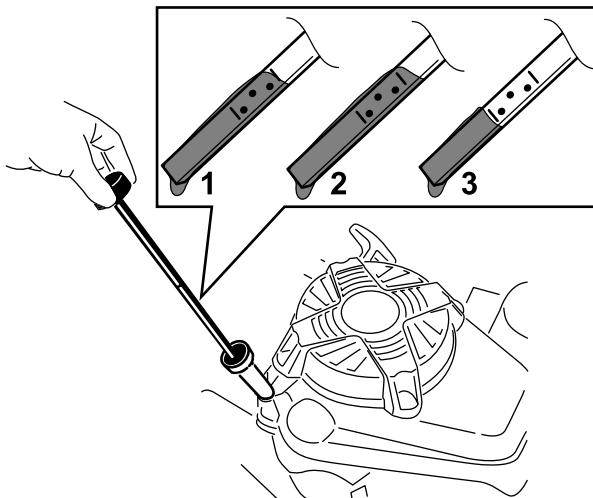

Figura 26
3. Retire a vareta rodando-a no sentido contrário ao dos ponteiros do relógio e puxando-a para fora (Figura 26).
10. Leia o nível de óleo na vareta (**Figura 26**).